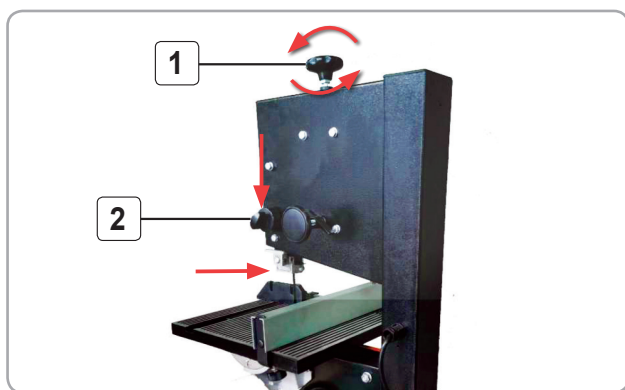

Fig.6
Introducerea benzii de fierăstrău: (Fig.6)
- Eliberați șurubul de fixare Fig. 6 (1) rotind împotriva sensului de rotire a acelor de ceasornic
- Introduceți banda și întindeți ușor (prin învârtirea șurubului de fixare (fig. 6 (1)) în sensul de rotire a acelor de ceasornic)
- Eventual reglați șurubul lateral pentru reglarea înclinației. (Fig.6 (2)).